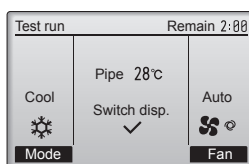

Fig. 7-3
- ① Naciskać przycisk [F1], aby zmienić tryb pracy. (Fig. 7-3)